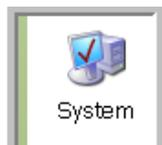

FIG. 194
2. Fare doppio clic sull'icona del sistema (FIG. 194).